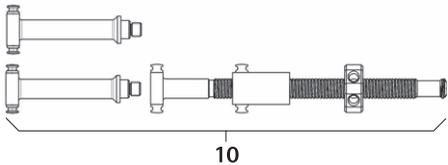

Fig. 15
- Montera spindeldistraktor **10**, se Fig. 15.